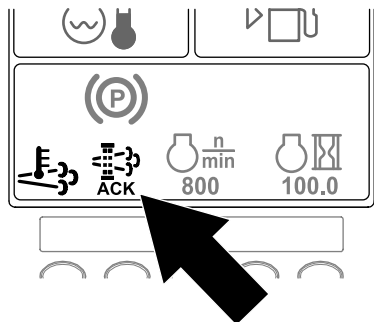

Figure 61
10. L'InfoCenter affiche l'écran d'accueil et l'icône de confirmation de la régénération (Figure 61) apparaît en bas à droite de l'écran pendant le processus de régénération.